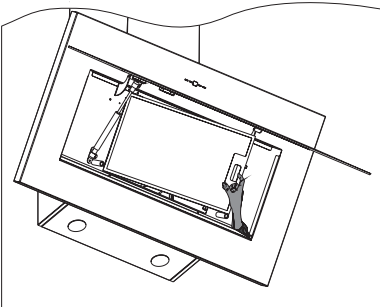
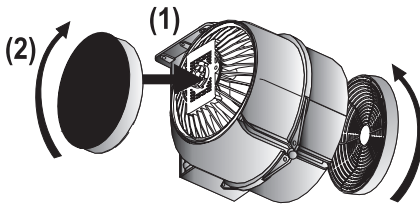

Abb.9: Metallfettfilter entnehmen, bzw. einsetzen
Abb. 10: Einsetzen des Aktivkohlefilters
- Griffleiste des Metallfettfilters nach links drücken (⇒ Abb. 9).
- Zum Wiedereinsetzen den trockenen Metallfettfilter links mit den Laschen einsetzen, Griffleiste drücken, Filter nach hinten in den Rahmen einsetzen und Griffleiste loslassen, damit der Filter in den Rahmen einrastet (⇒ Abb. 9).
Randabsaugungsplatte aus der Arretierung lösen und nach vorne klappen (rückseitige Scharniere verhindern ein Herausfallen) (Abb. 9).
- Griffleiste des Metallfettfilters nach unten drücken (Abb. 10).
- Nach Austausch des Aktivkohlefilters den Metallfettfilter wieder einsetzen (Abb. 10) und die Randabsaugungsplatte schließen (Abb. 9).